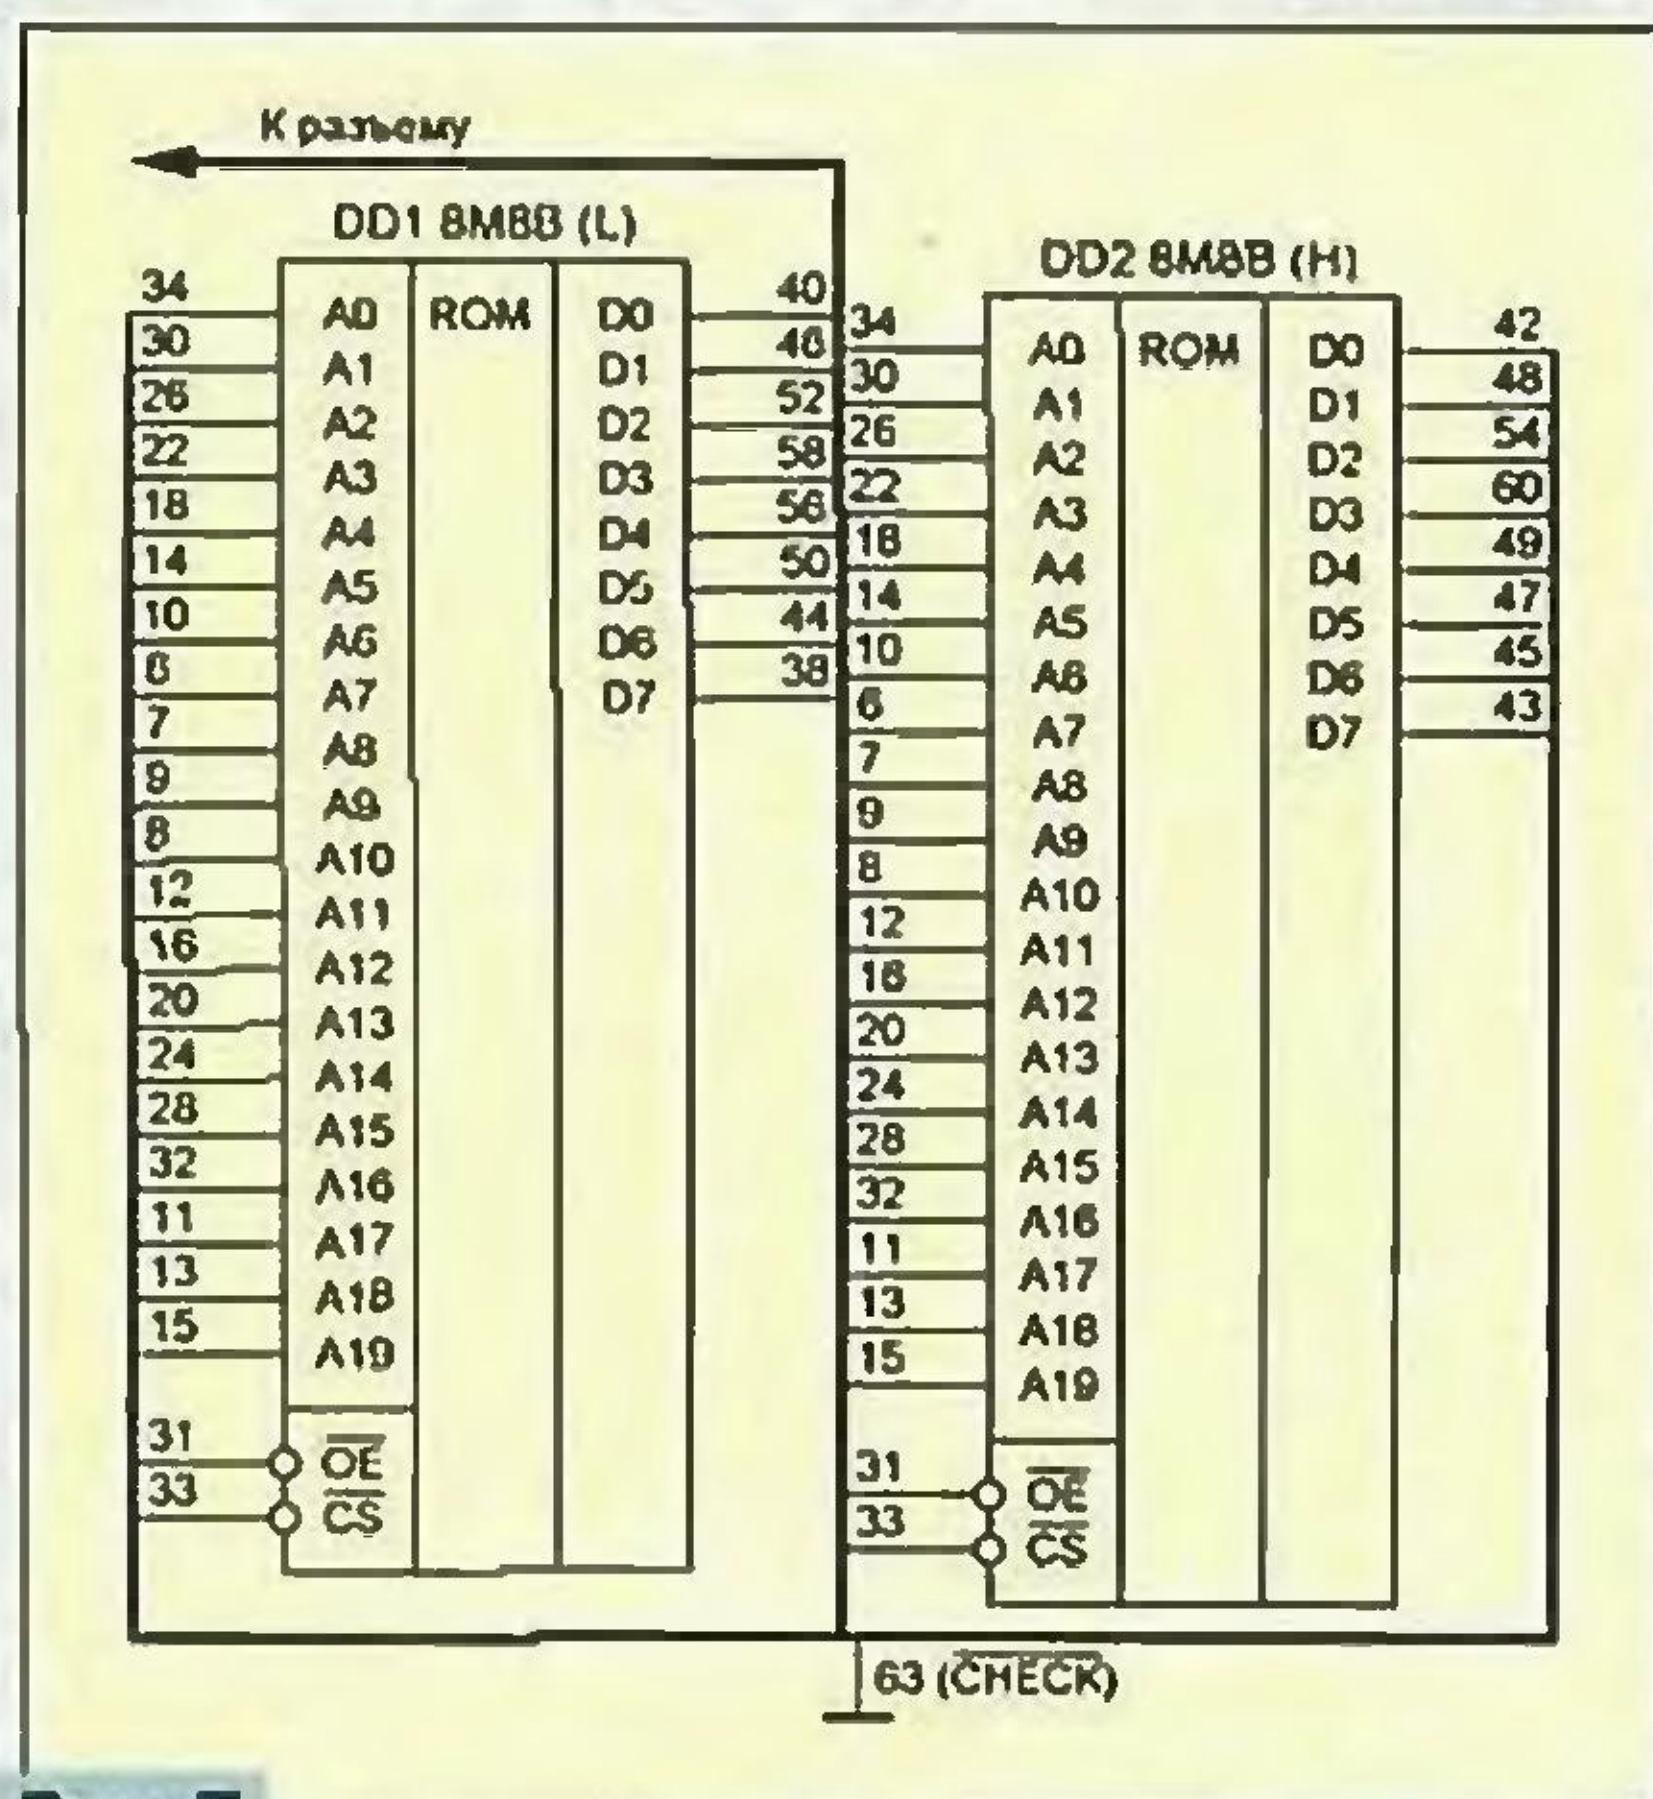
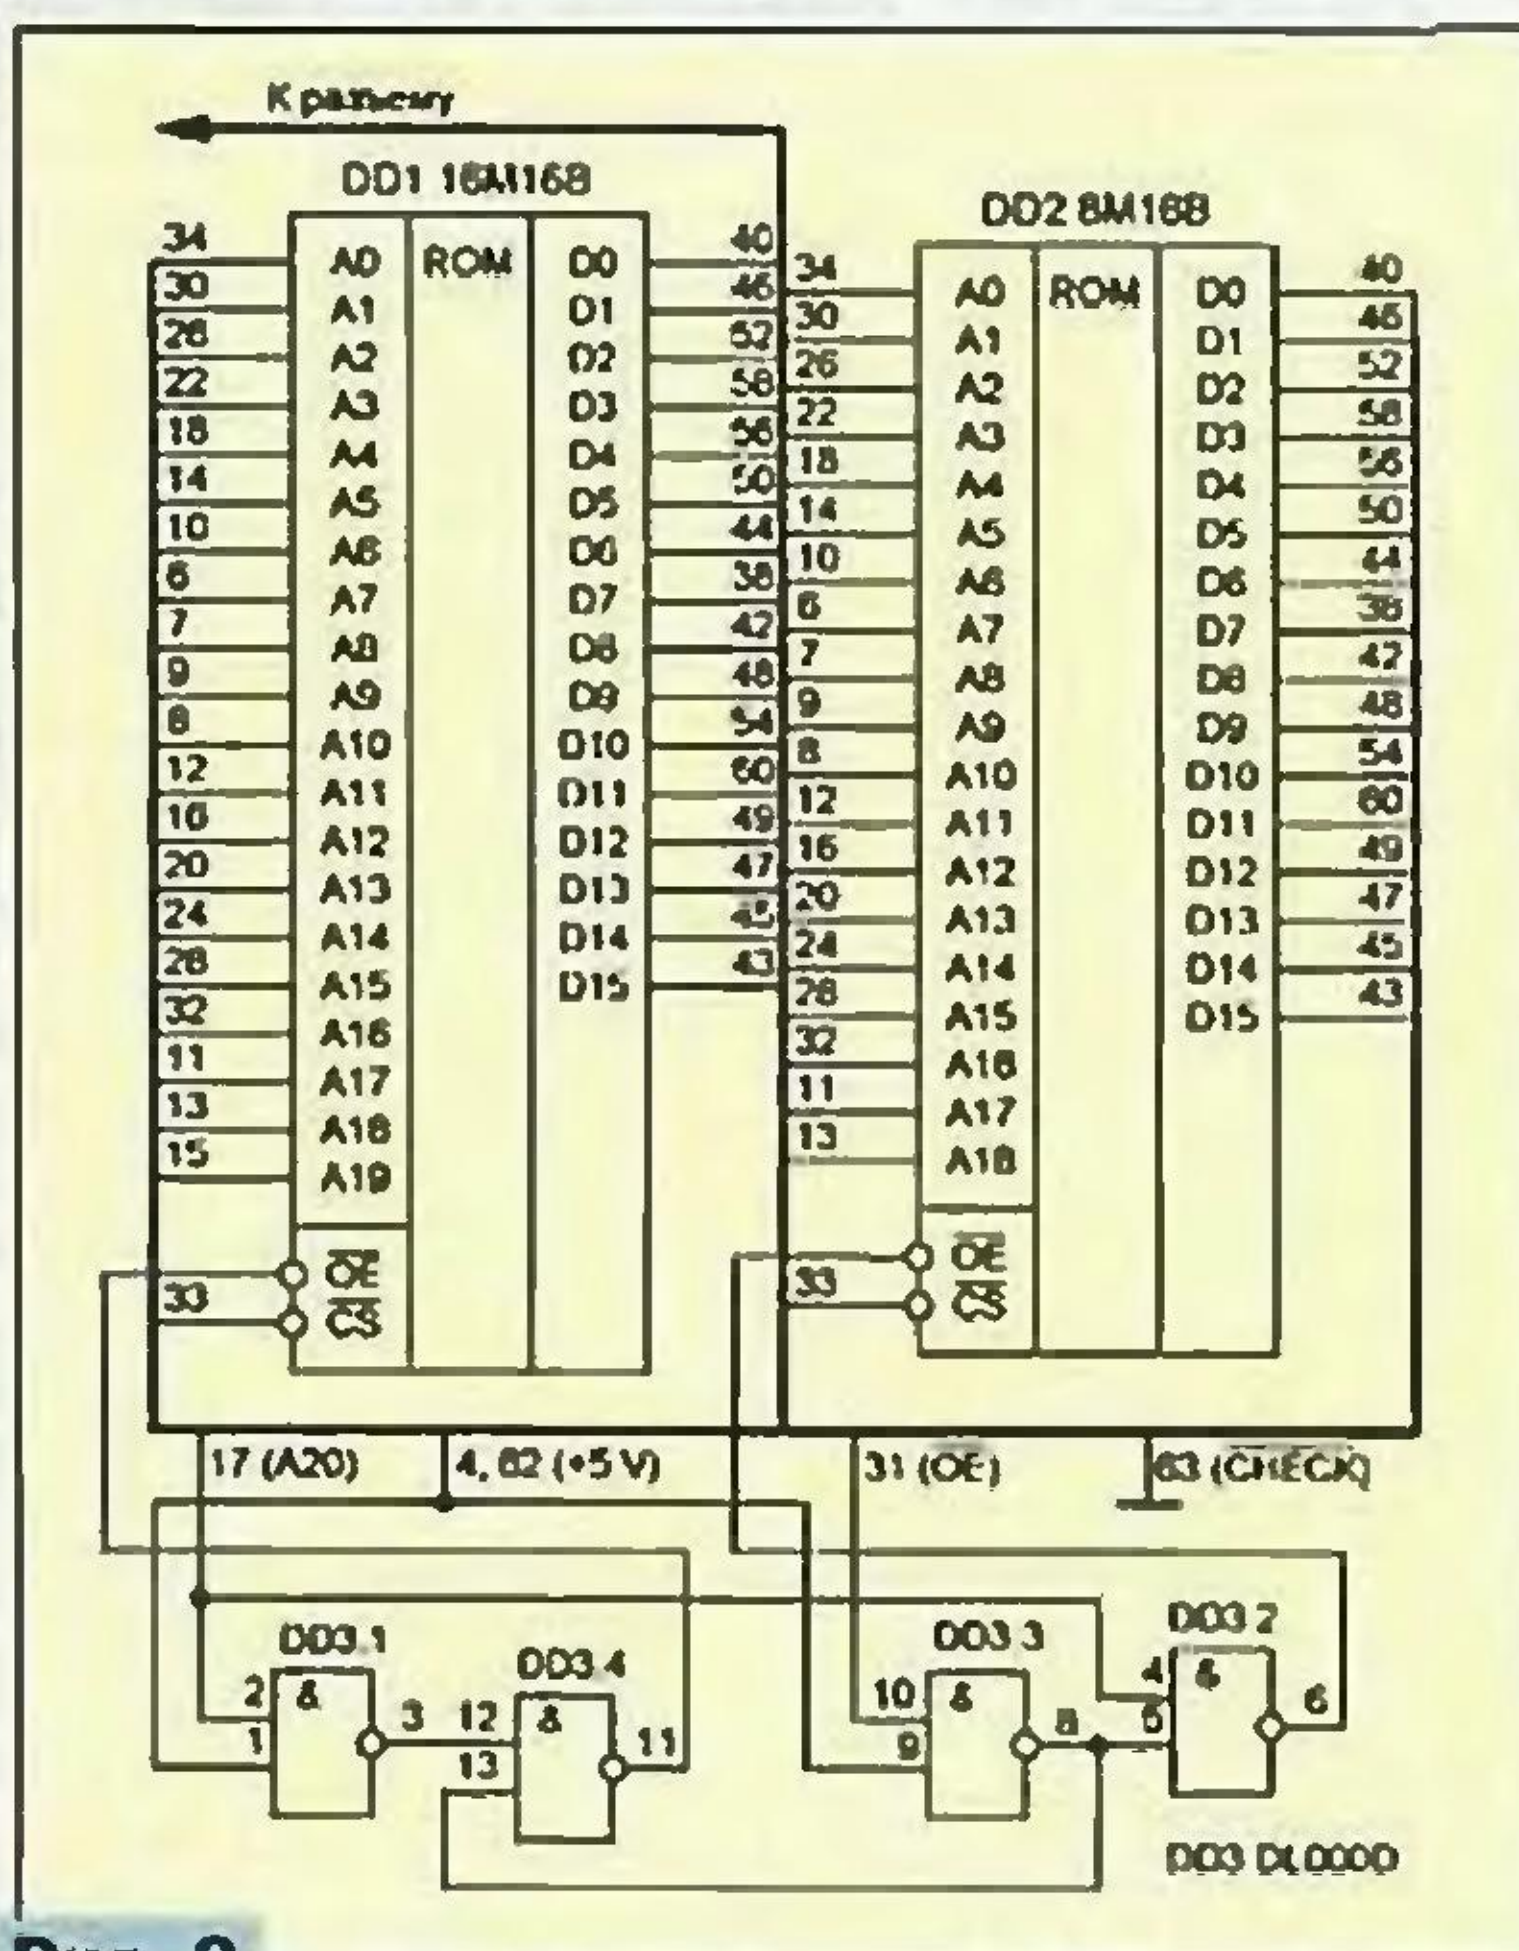

Рис. 7
Рис. 8
В картриджах с двумя восьмиразрядными ПЗУ (схема на рис. 7, игра "MORTAL KOMBAT-1") чаще всего в одной из микросхем (обычно маркированной буквой L) записаны младшие (D0—D7), а в другой (H) — старшие (D8—D15) разряды каждого 16-разрядного слова данных. Но встречаются картриджи, в которых разряды распределены между микросхемами иначе. Более сложный вариант (схема на рис. 8, игра "BOOGERMAN") содержит два 16-разрядных ПЗУ, причем сигнал $\overline{OE}$ проходит на соответствующий вход только одного из них в зависимости от уровня сигнала A20. Логика выбора реализована на элементах микросхемы DD3 (аналог K555ЛА3). Информационная емкость ПЗУ DD1 и DD2 иногда бывает не одинаковой.